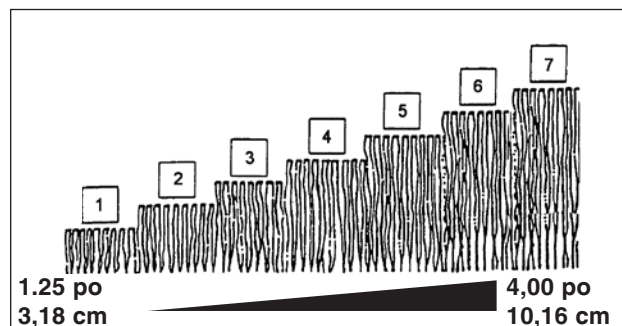

Figure 7 : Réglages de hauteur de coupe (approximatifs)
2. Régler toutes les roues à la même hauteur de coupe. La position de coupe la plus haute est l'encoche 7 (Figure 7). La position de coupe la plus basse est l'encoche 1.